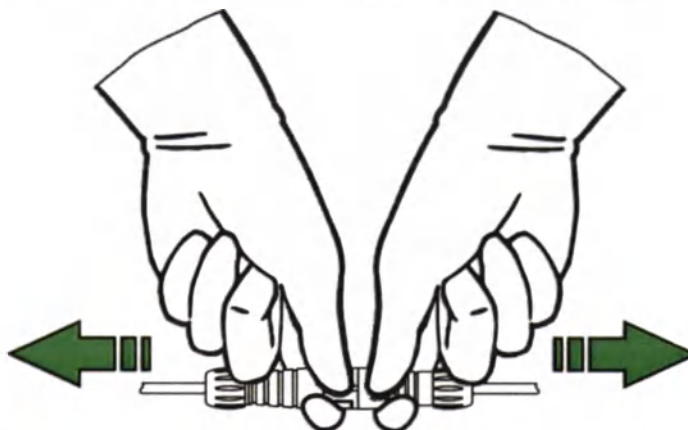

Рисунок 3.1 – Отсоединение разъемов Системы
- 4) после полной зарядки батареи отсоедините УЗ датчик от кабеля ЗУ (см. рисунок 3.1) и отсоедините ЗУ от сети питания;